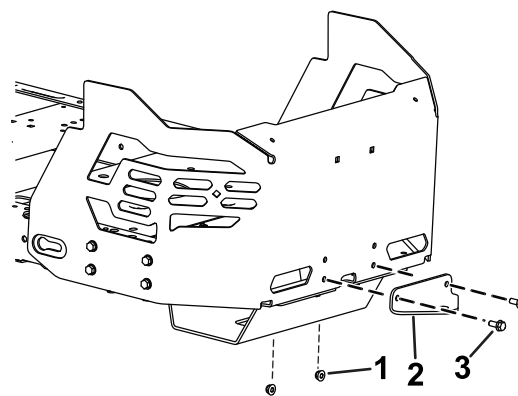

Figura 13
1. Skinite postojeća 2 zavrtnja, 2 navrtke i nosač kuke sa donjeg dela štitnika motora (Figura 13).